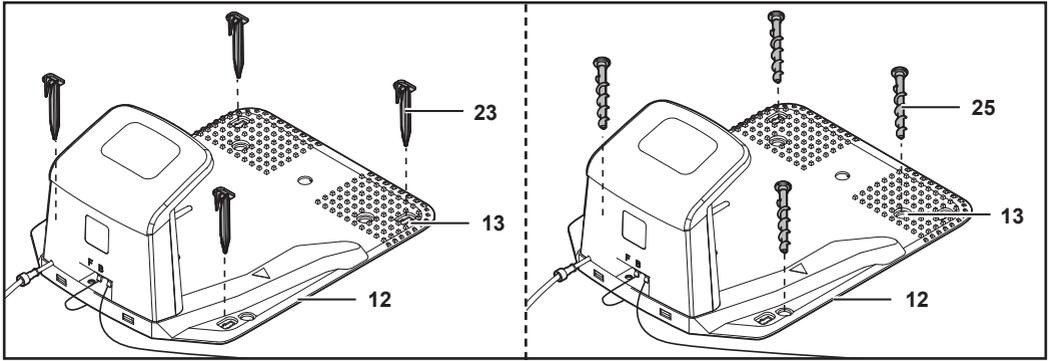

Fig. 23
- Fixer fermement la station de charge (12) au sol à l'aide des piquets (25) et de la clé hexagonale (26) ou des sardines (23) (Fig. 23).